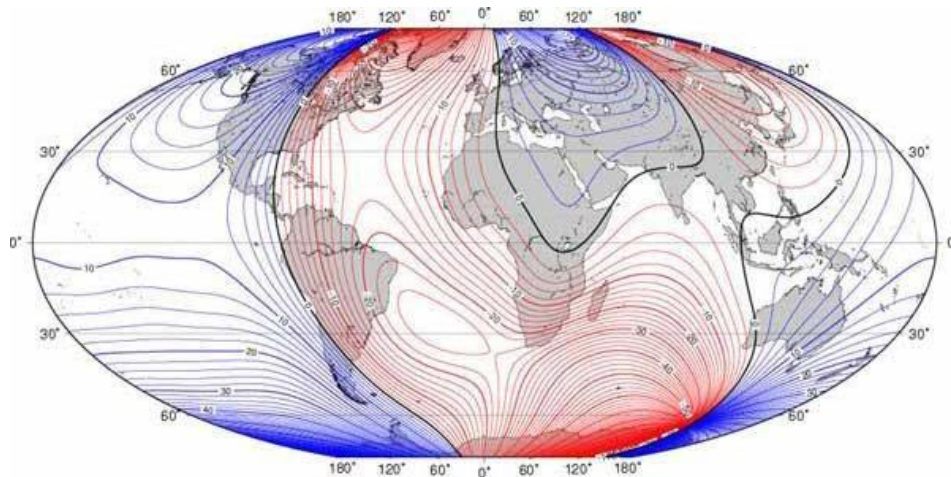

Figura 23. Mapa de la inclinación magnética del mundo
**Inclinación Magnética** - En la superficie de la tierra, una brújula calibrada indica el Norte magnético en lugar de Norte geográfico. La diferencia angular entre estas dos direcciones se denomina declinación magnética (también conocida como variación, variación magnética o variación de la brújula). La inclinación magnética varía en la superficie de la tierra y con el tiempo. La brújula del ADP se calibra en fábrica, sin embargo, se requiere una calibración en cada sitio para eliminar cualquier interferencia magnética local. La Calibración de la brújula, dará una mejor precisión de la medición. El ángulo de inclinación magnético ( ) se puede encontrar en mapas, como el presentado en la Figura 23. Existen elementos disponibles sobre la inclinación magnética que se pueden encontrar en muchos sitios en Internet.